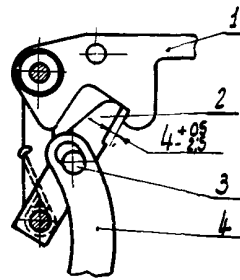

Рис.34. Установка зазора между рабочими кромками заделок и собачек:
28.2. Зазор между рабочими кромками защелок 31 и 28 и собачек 32 и 30 (см.рис.13) должен быть равным $4 \begin{matrix} +0,5 \\ -2,5 \end{matrix}$ мм. (рис.34).